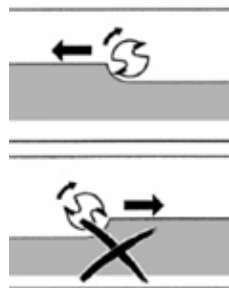

рис.10
- фрезерование всегда должно производиться против направления вращения рабочей фрезы (см. рис.10).